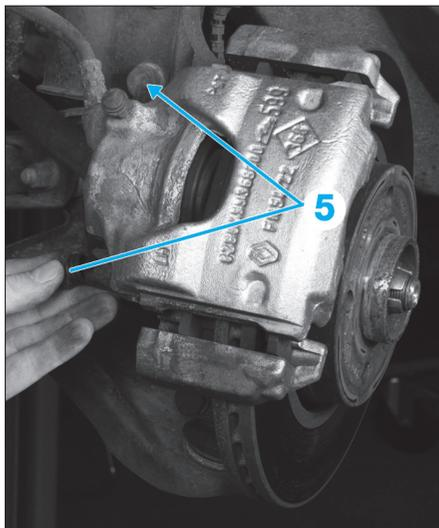

Fig. 7
- les capuchons (5) sur les protecteurs des colonnettes (Fig.7),